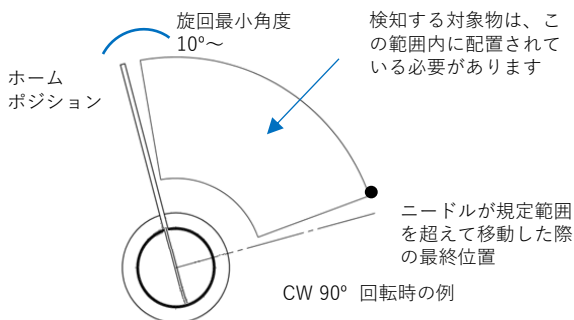

図11：ニードル検出範囲
- 適切な検知を行うため、ニードルは 10° 以上回転して対象物に接触するようにしてください（図11参照）。ツールが破損している場合や対象物が存在しない場合、ニードルは回転角の終端まで回転します。その後、ニードルはホーム位置に戻り、新たなコマンド（リセットまたはスタート）の指示が来るまで待機します。